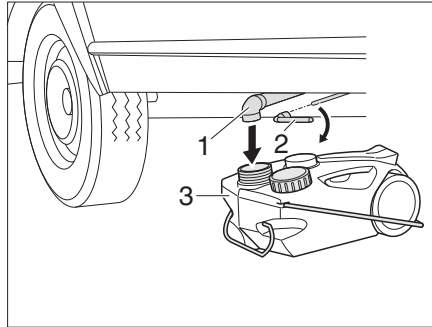

Fig. 138 Depósito de aguas residuales bajo el piso
- Colocar el depósito de aguas residuales con ruedas (Fig. 138,3) debajo de la tubería de aguas residuales (Fig. 138,1).
- Insertar la llave de vaso (Fig. 138,2) en el cuadrado.